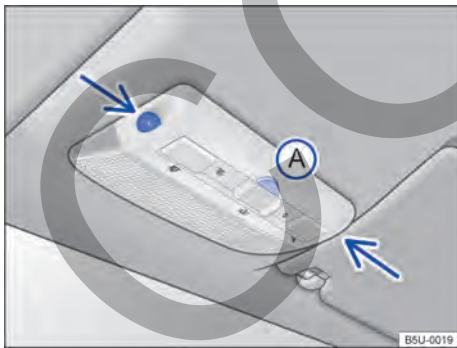

Fig. 49 En la consola del techo: sensores de vigilancia del habitáculo y tecla **(A)** para desconectar la vigilancia del habitáculo.
La vigilancia del habitáculo dispara la alarma con el vehículo bloqueado, si reconoce movimientos en el interior del vehículo. El sensor y el receptor están ubicados en el conjunto de la luz de lectura → **fig. 49** (flechas).
- Presionar la tecla → **fig. 49** **(A)**. En el panel de instrumentos la luz de control **⚠** se enciende.